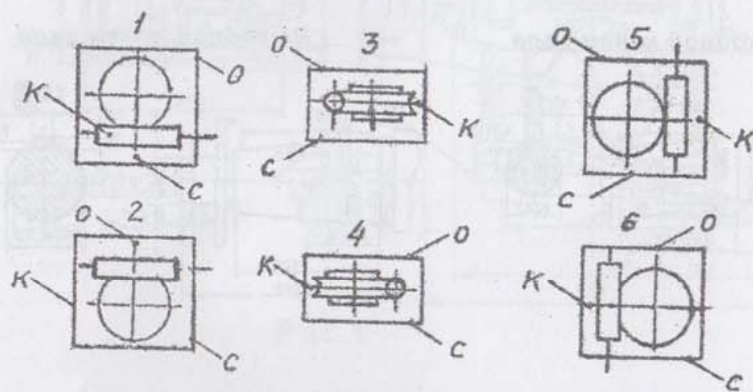

Рис. 3
- 4.1. Редукторы 1Ч-160 изготавливаются по вариантам сборки по ГОСТ 20373-80 и вариантам крепления, приведенным на рис.3.
- 4.2. Любому из вариантов крепления при необходимости можно установить при монтаже и эксплуатации один из шести вариантов расположения червячных пар в пространстве, рис.3.
- 4.3. Редуктор 1Ч-160 по вариантам сборки должен рассматриваться в плане при варианте крепления - 1 и варианте расположения червячной пары -1 (т.е. червяк под колесом), основной вариант исполнения на рис.3.
При эксплуатации редуктора для контроля уровня, слива и заливки масла служит пробка 10 и отдушина 6, которые потребитель устанавливает в зависимости от расположения червячной пары в пространстве, указанном на рис. 3, поменяв одну из пробок на отдушину.
6.6. Перед заливкой масла отдушину 6 необходимо установить в то место, которое соответствует расположению червячной пары в пространстве, показанном на рис.3, поменяв местами с одной из пробок, и залить чистое профильтрованное масло до уровня контрольной пробки.